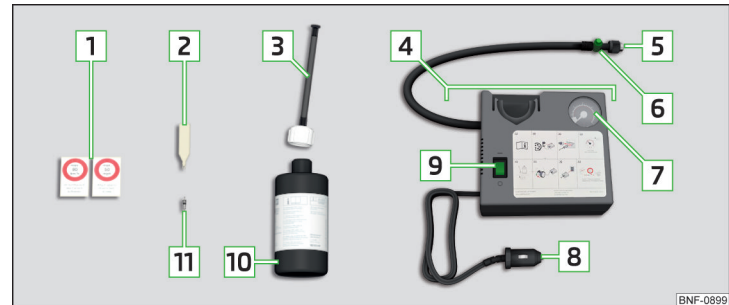

Abb. 243 Pannensetbeschreibung
- ▶ Den Ventileinsatzdreher **2** » **Abb. 243 auf Seite 219** auf den Ventileinsatz stecken, sodass der Ventileinsatz in den Schlitz des Ventileinsatzdrehers passt.
- ▶ Den Reifenfüllschlauch **5** » **Abb. 243 auf Seite 219** fest auf das Reifenventil schrauben.